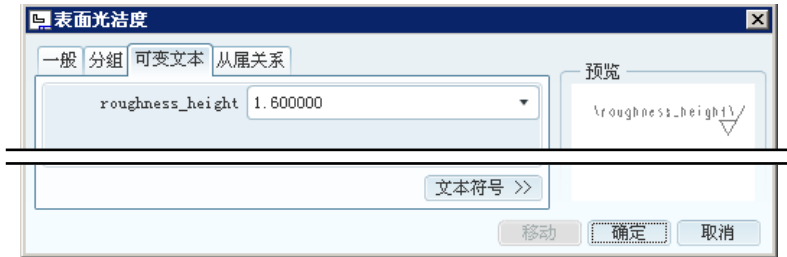

图 5.7.16 “可变文本”选项卡
Step3. 在图 5.7.16 所示的“**可变文本**”选项卡中，可以用于修改表面粗糙度的数值。